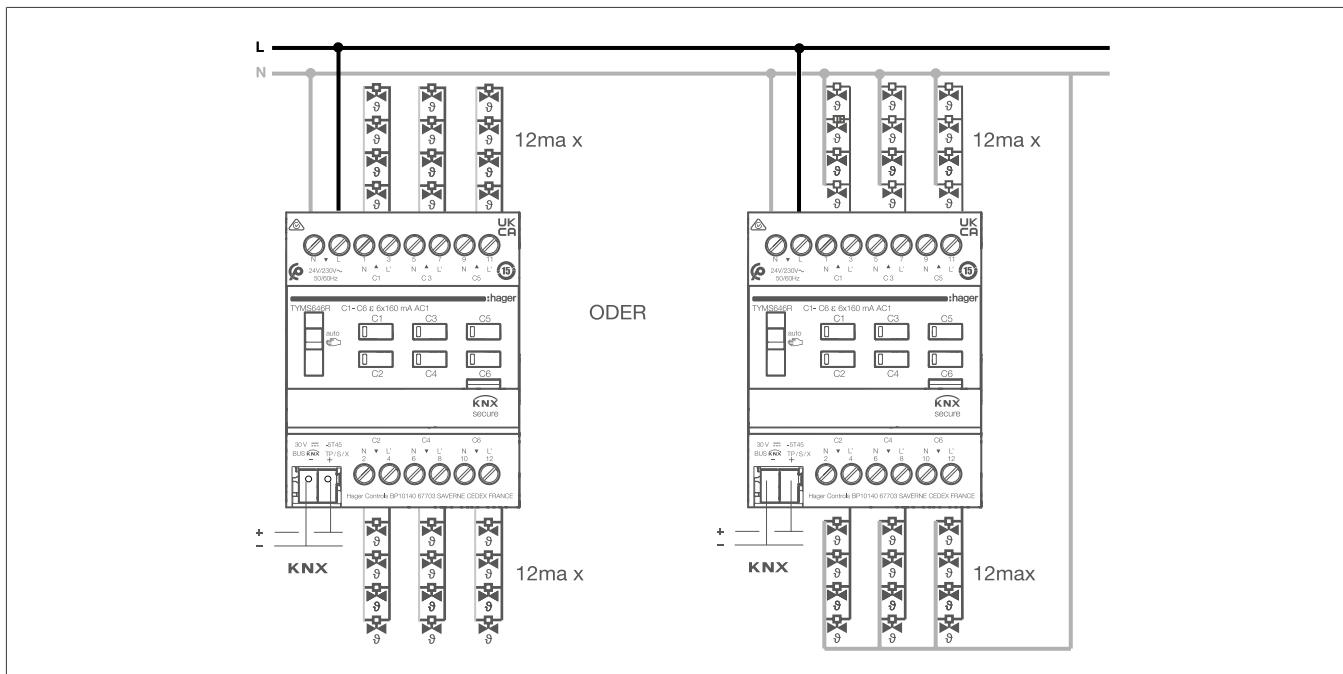

Bild 7: Anschlussplan für Stellantriebe 230 V~ Spannungsversorgung
- Netzspannung 230 V~ gemäß Anschlussplan (Bild 7) anschließen.
- Stellantriebe gemäß Anschlussplan anschließen (Bild 7).